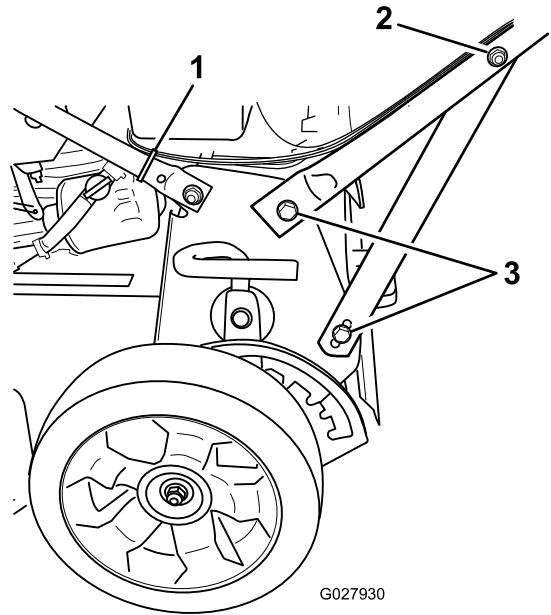

Figure 4
4. Serrez les fixations qui soutiennent le guidon des deux côtés de la machine, comme montré à la Figure 4.
2. Écrou sur support de guidon (2)
3. Boulon (4)
5. Utilisez un serre-câble pour attacher les câbles à la partie inférieure du guidon, à l'emplacement indiqué à la Figure 4.